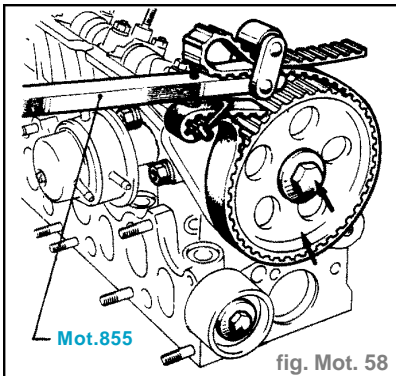

fig. Mot. 58
- Déposer le pignon d'arbre à cames à l'aide de l'outil **Mot. 855** (fig.Mot. 58).